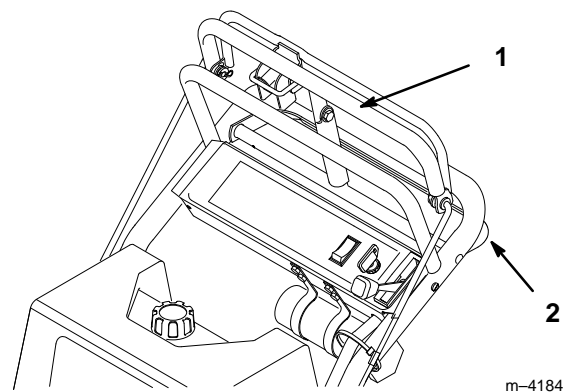

Abbildung 14
3. Den oberen Fahrtriebelshebel langsam nach vorne schieben, um vorwärts zu fahren (Abb. 14).
Um geradeaus zu fahren, beide Seiten des oberen Fahrtriebelshebels gleichmäßig drücken (Abb. 14).
Zum Richtungswechsel, die rechte Seite des Fahrtriebelshebels ziehen, um nach rechts zu fahren, die linke Seite ziehen, um nach links zu fahren (Abb. 14).
3. Langsam untere Betätigungsstange und Griffstange zusammendrücken, um rückwärts zu fahren (Abb. 14).
Um geradeaus zu fahren, gleichmäßigen Druck auf beide Seiten des unteren Fahrtriebelshebels ausüben (Abb. 14).
Zum Richtungswechsel, den Druck auf der Seite des Fahrtriebelshebels wegnehmen, in die man abbiegen möchte (Abb. 14) will.